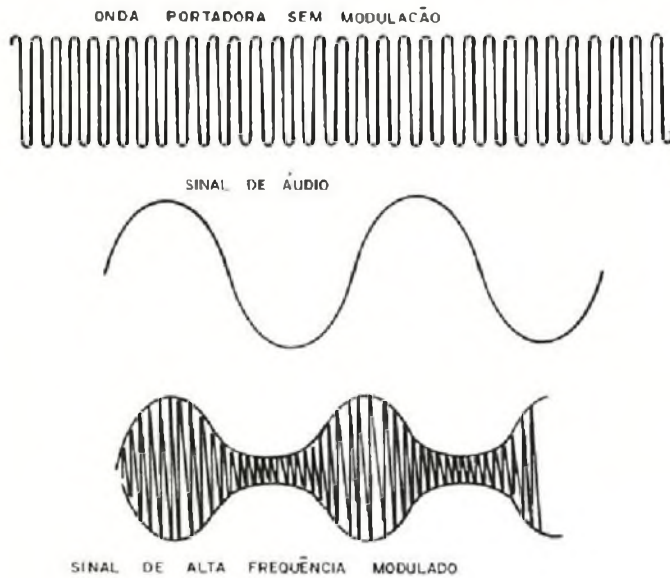

figura 429
Assim, analisando a onda pura ou sem o sinal de baixa frequência aplicado conforme temos em (A) na figura 429 vemos que sua intensidade se mantém constante, ou seja, todos os ciclos tem a mesma intensidade.